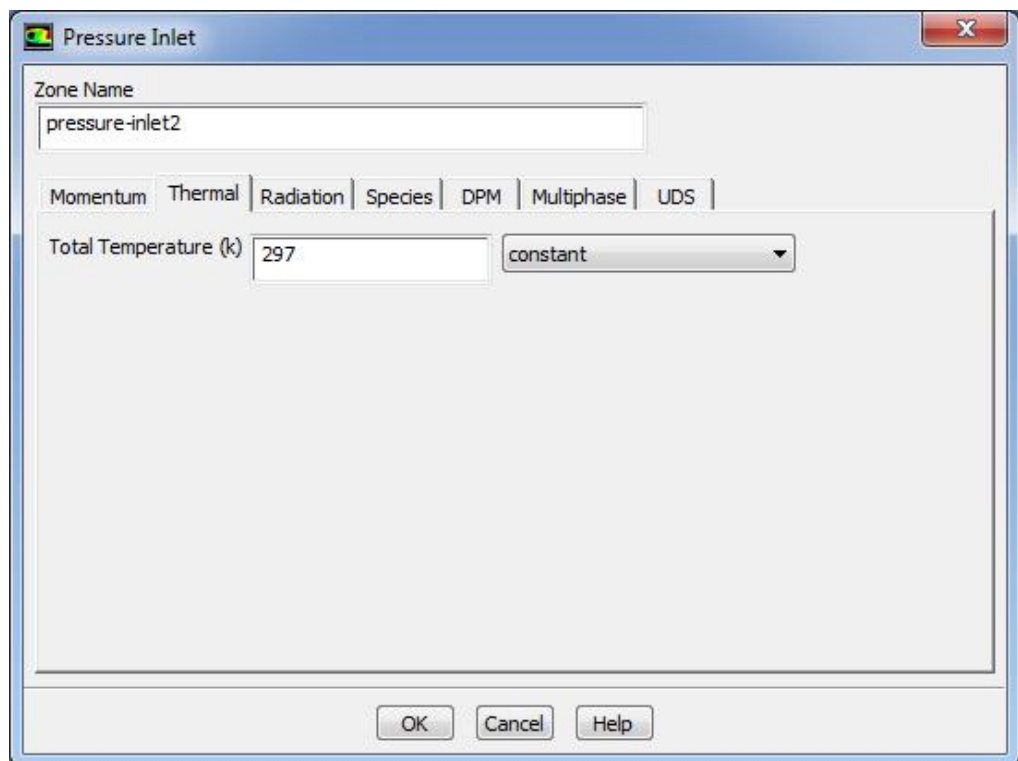

Рисунок 1.16 – Меню настройки температуры на входе (*pressure\_inlet2*)
- Затем выбирается вкладка *Thermal* (рисунок 1.16).